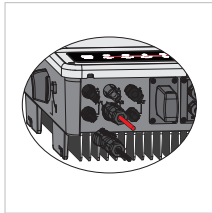

Fig. 34
**Connexion d'entrée PV :** confirmez la connexion entre l'EH et les panneaux PV : polarité (+/-) non inversée, référez-vous à la Fig. 34.